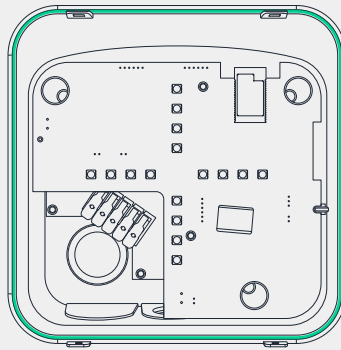

Fig. 9 - Joint en caoutchouc
18. Vérifiez que le joint en caoutchouc monté sur le bord intérieur du boîtier est solidement fixé à l'endroit indiqué. **(Fig. 9)**